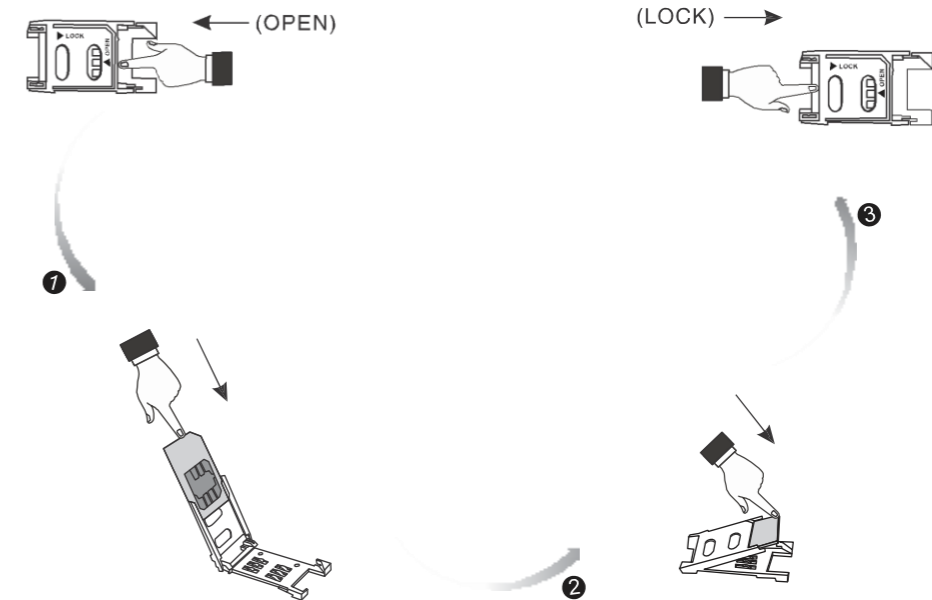

Figura -7-
2. Empuje ligeramente la hebilla de la SIM, vea la Figura 7.